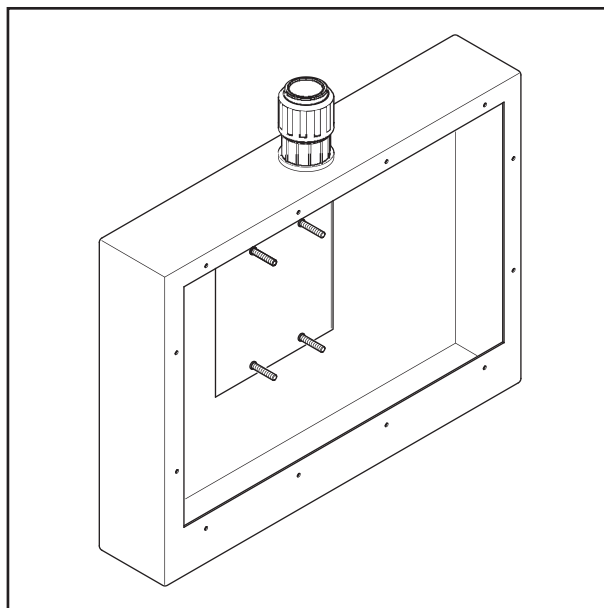

Fig. 4: Förutsättningar för montering
3. Joramark 30227 inbyggnadslåda är öppen (fig. 4).